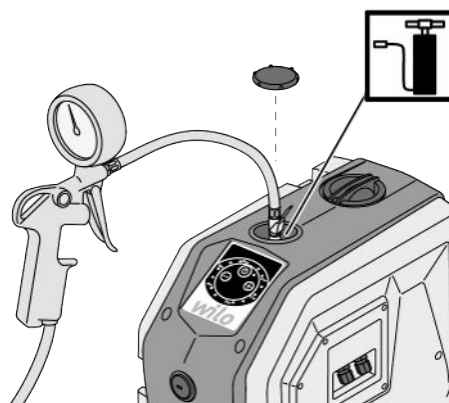
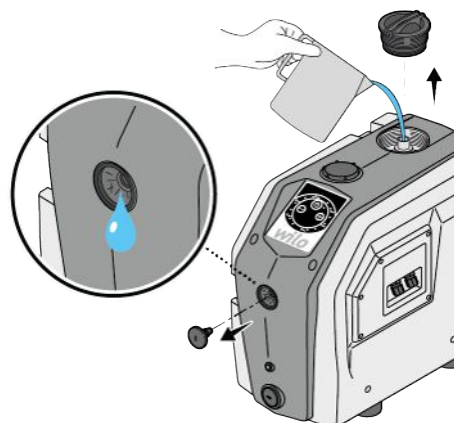

Fig. 7: Napełnić zbiornik wyrównawczy
Fig. 10: Napełnianie
1. Podłączyć zawór odcinający (Fig. 7 – poz. 1, 2) po stronie ssawnej i ciśnieniowej.
1. Jeśli produkt jest zainstalowany w trybie ssania (Fig. 7), należy nacisnąć jednocześnie przyciski „+” i „-” przez 5 sekund (Fig. 10).